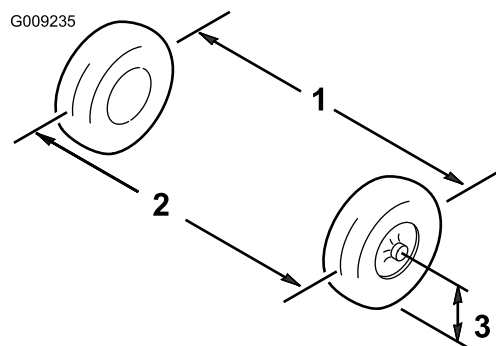

Figura 51
1. Misurate la distanza tra i pneumatici anteriori all'altezza dell'assale, davanti e dietro le ruote (Figura 51).